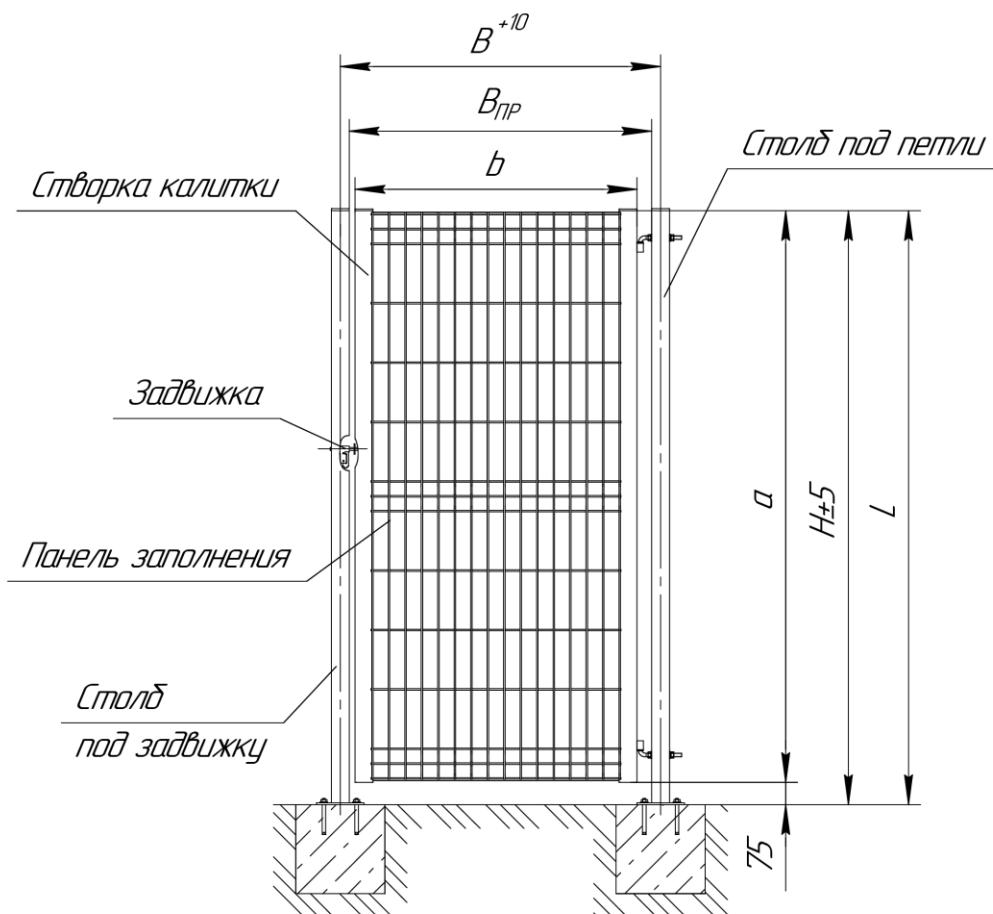

Рис. 1. Калитка распашная со столбами с фланцем
1.2. Калитка состоит из двух столбов и створки (рис. 1). Рама створки калитки выполнена из стального профиля сечением $60 \times 40 \times 1,4$, заполнение створки сварная сетчатая панель. Крепление створки калитки к одному из столбов осуществляется посредством петель. Ко второму столбу крепится ловитель, обеспечивающий фиксацию калитки в закрытом состоянии. Для закрывания калитка оборудуется накладным замком.